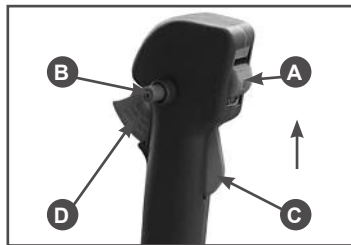

Рис. 9 Ручьятка управления
4. Установите выключатель зажигания А в верхнее положение (Рис. 9).
5. Нажмите одновременно на стопорный рычаг С и рычаг газа D. Зафиксируйте рычаг газа в нажатом состоянии кнопкой В (Рис. 9).
обходимо быстро нажать и отпустить рычаг газа D (кнопка блокировки В при этом освободится) (Рис. 9). Прогрейте двигатель в течение 30 секунд.
4. Переверните устройство свечным отверстием вниз и зафиксировав рычаг газа в нажатом состоянии кнопкой В (Рис. 9), несколько раз сильно и часто дерните за ручку стартера для удаления лишнего топлива из цилиндра.
2. Дайте двигателю поработать без нагрузки в течение 15-20 секунд, затем заглушите двигатель, установив выключатель зажигания А (Рис. 9) в положение «STOP» (ВЫКЛЮЧЕНО).